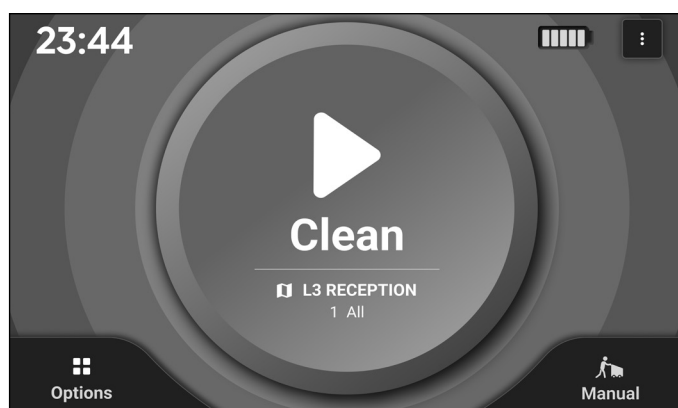

Figure 38
20. Une fois la configuration terminée, appuyez sur 'Clean' pour commencer le nettoyage (**Fig. 38**). Pour plus d'informations sur l'utilisation des cartes, consultez le guide d'utilisation Web.